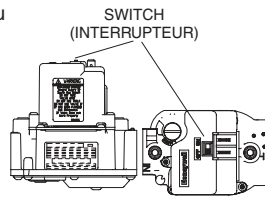

Figure 1
6. Move the gas control switch to the "OFF" position. (See Figure 1)
7. Wait five (5) minutes to clear out any gas. Then smell for gas, including near the floor. If you smell gas, STOP! Follow "B" in above information. If you don't smell gas, go to the next step.
8. Move the gas control switch to the "ON" position. (See Figure 1)
6. Régler l'interrupteur de commande du gaz à la position "OFF". (voir Figure 1).
7. Attendre cinq (5) minutes pour s'assurer de la dissipation du gaz.
8. Régler l'interrupteur de commande du gaz à la position "ON". (voir Figure 1).
4. Move the gas control switch to the "OFF" position. Do not use force. (See Figure 1)
4. Régler l'interrupteur de commande du gaz à la position "OFF". Ne forcez pas. (voir Figure 1).